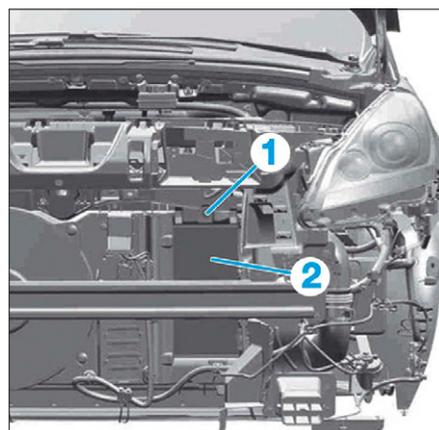

FIG. 63
- la vis de fixation de l'échangeur (1) (Fig.63).